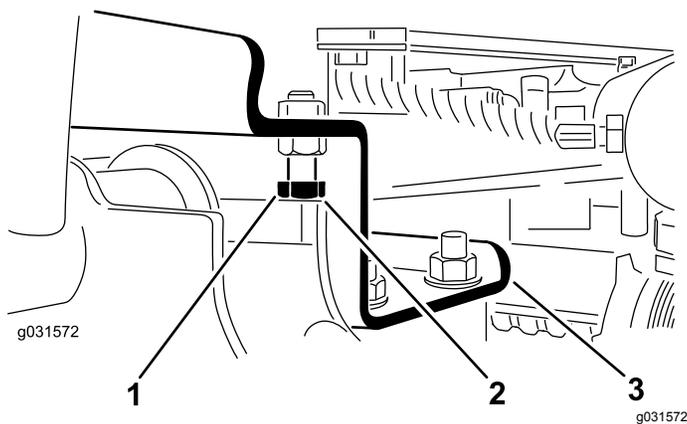

Figura 11
- A. Solte os parafusos de bloqueio (Figura 11).
2. Certifique-se de que a folga entre cada braço de elevação e pino de bloqueio é de 0,13 a 1,02 mm, conforme se mostra na Figura 11.